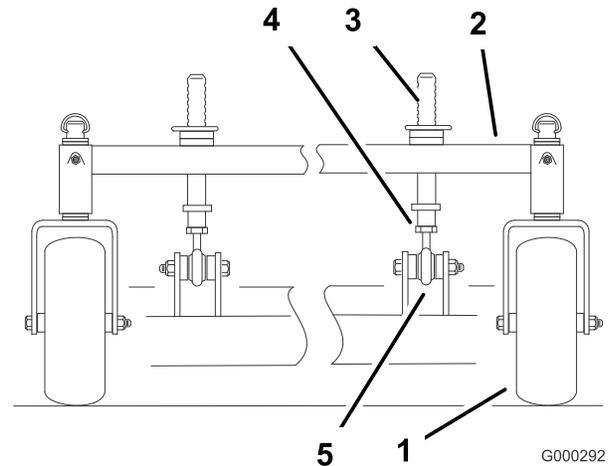

**Figura 58**
2. Coloque una cuchilla en posición longitudinal. Mida en las posiciones **A** y **B** desde una superficie nivelada hasta el filo de corte de los extremos de la cuchilla (Figura 58).